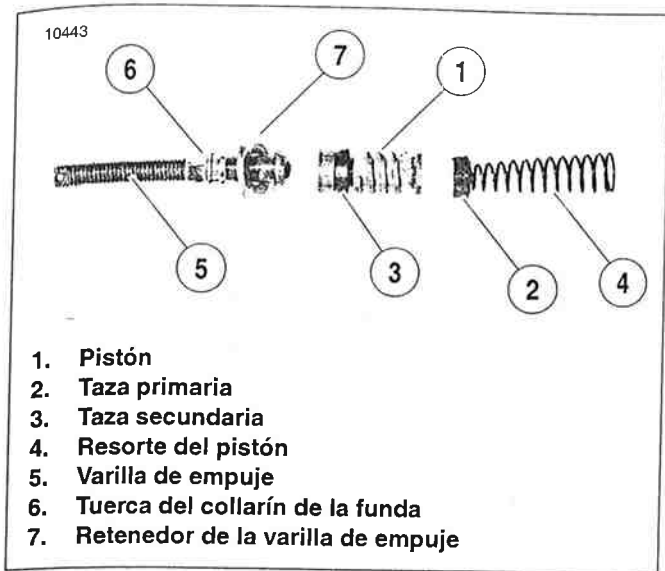

Figura 2-87. Conjunto de la bomba de frenos trasera, varilla de empuje y resorte
5. Vea la Figura 2-87. Instale una taza primaria **nueva** (2) sobre el extremo pequeño del resorte del pistón **nuevo** (4) con el extremo abierto de la taza orientado hacia el resorte. Deslice el resorte del pistón con la taza primaria dentro del diámetro interior de la bomba de frenos con el extremo grande del resorte hacia abajo.